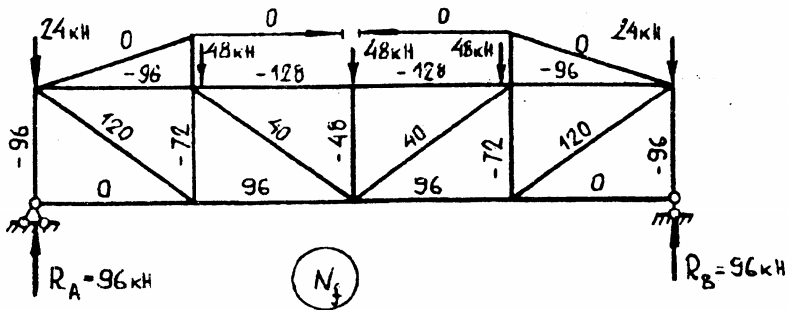

Рис.28
**3. Выполняем расчет основной системы на заданную нагрузку (рис.28).**
Вычисленные усилия удобно записать на соответствующих стержнях фермы (см. рис.28, 29). Каждую из этих схем фермы с написанными на стержнях усилиями можно считать числовым аналогом эпюры продольных сил.